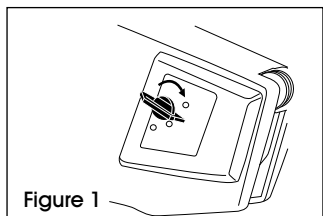

Figure 1
1. Tournez le verrou pour libérer la porte du rouleau encreur, puis tirez doucement sur le rouleau encreur pour le sortir complètement de l'étiqueteuse. (Voir figure 1)